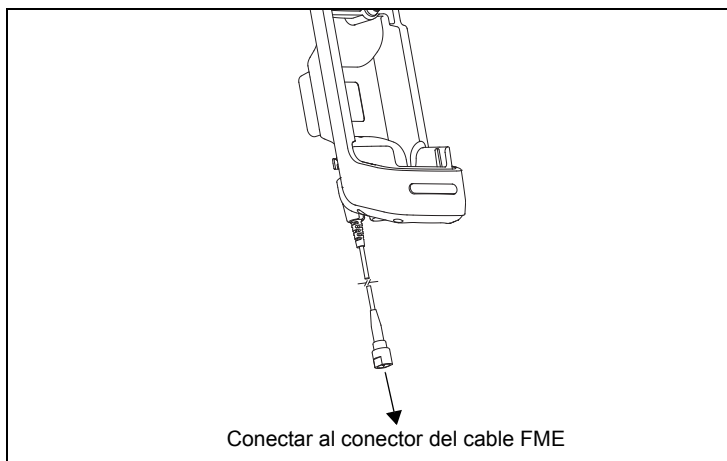

Figura 6. *Conexión del cable RF desde el soporte al conector de cable FME*
6. Conecte el cable FME de 1 m (3,3 pies) de la entrada "CAR KIT" del duplexor al cable RF del soporte. Consulte la Figura 6.